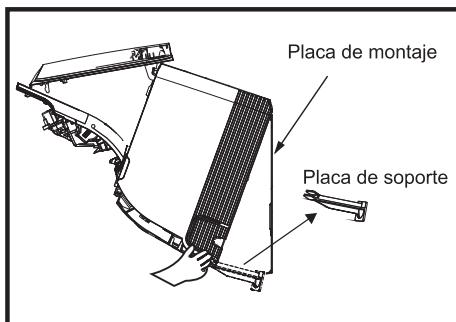

Fig. 19
- 9) Retire la placa de soporte como se muestra en la Fig. 19. A continuación, mueva la unidad paso a paso para conseguir la mejor instalación y, después, presione las 2 hebillas del conducto de aire en las 2 ranuras de la placa de montaje